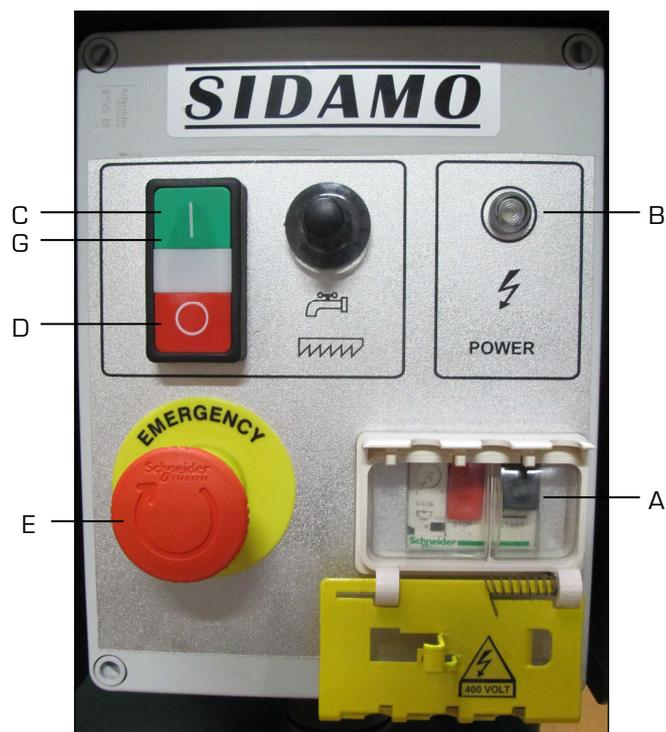

Figure 3
1. Appuyer sur le disjoncteur (A fig.3), le voyant blanc (B fig.3) signalera la mise sous tension de la scie à ruban.
3. Déverrouiller l'arrêt coup de poing à accrochage (E fig.3).
5. Appuyer sur le bouton de mise en marche vert « I » (C fig.3), ce qui entraîne la fermeture automatique de l'étau, la rotation du ruban et la descente de l'archet.